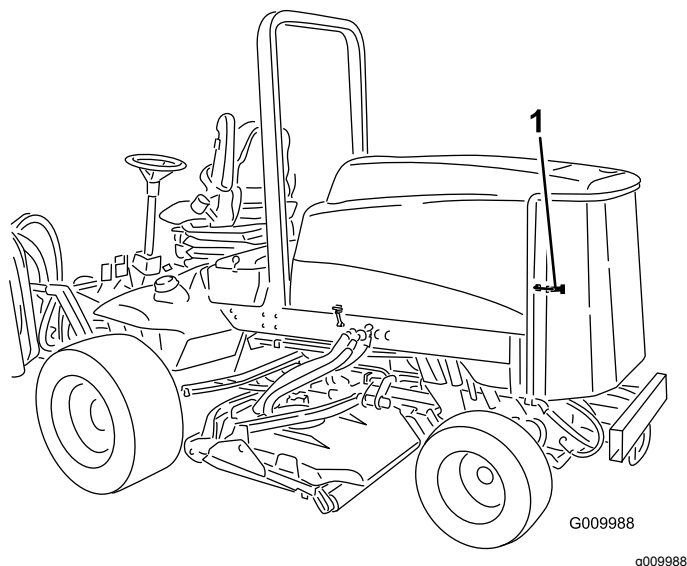

Figura 75
1. Destrane e abra o painel traseiro (Figura 75).